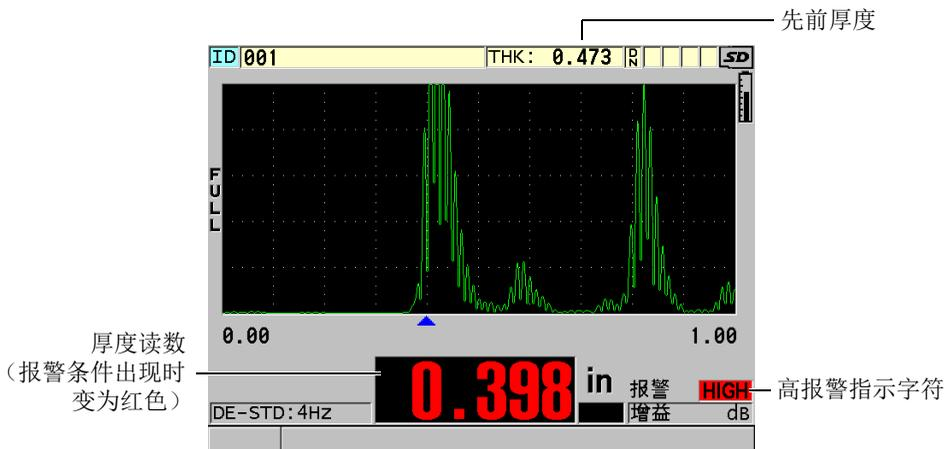

图 8-4 高报警指示示例
- 在测量屏幕的右下角，出现闪烁的 **HIGH**（高）或 **LOW**（低）报警指示字符，字符的背景为红色（参见第 120 页的图 8-4）。